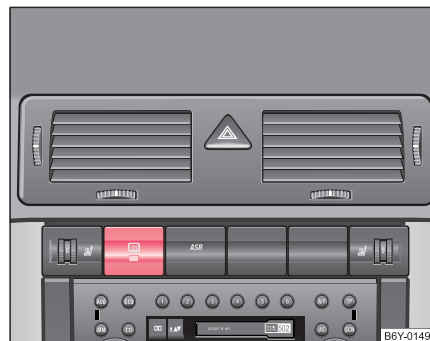

Fig. 37 Interruptor para la calefacción de la luneta trasera térmica
- Pulse el interruptor  para conectar la calefacción de la luneta térmica ⇒ fig. 37.